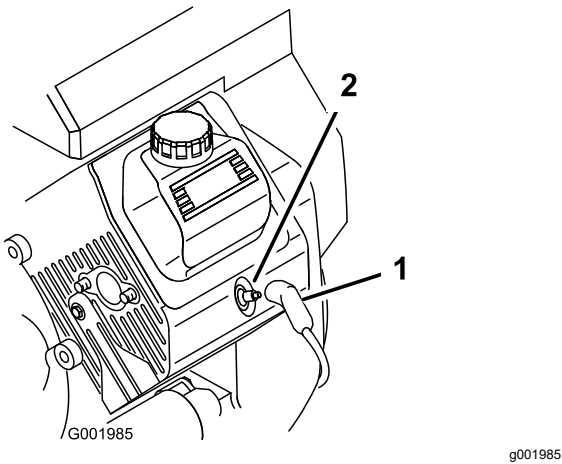

Figure 44
- Débranchez les fils des bougies (Figure 44).
- Rebranchez les fils des bougies (Figure 44).